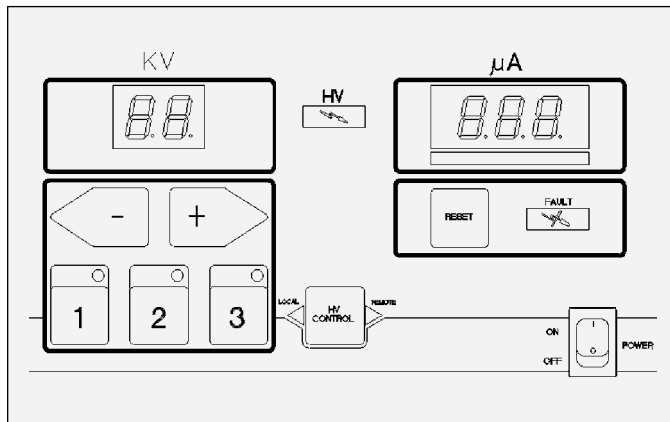

Figura 3: Interfaz del operador del Controlador 9060
El Controlador 9060 que se muestra en la Figura 3 tiene una interfaz del operador simple que consta de siete LED (diodos luminiscentes), un (1) interruptor de alimentación, siete (7) botones, un (1) gráfico de barras con LED de corriente y dos (2) pantallas que contienen visualizadores de siete segmentos.
Este botón, que se muestra en el centro de la Figura 3 **no se usa** para realizar cambios de modo. Se **reserva** para uso futuro. La unidad está en modo LOCAL en forma predeterminada. Para ingresar en modo REMOTE, la entrada de señal de E/S remota, o selección de modo local/remote, deberá activarse lo cual indica cuándo la unidad debe estar en modo REMOTE. Cuando esta señal de E/S está activada, la unidad estará en modo REMOTE; de lo contrario, estará en modo LOCAL.